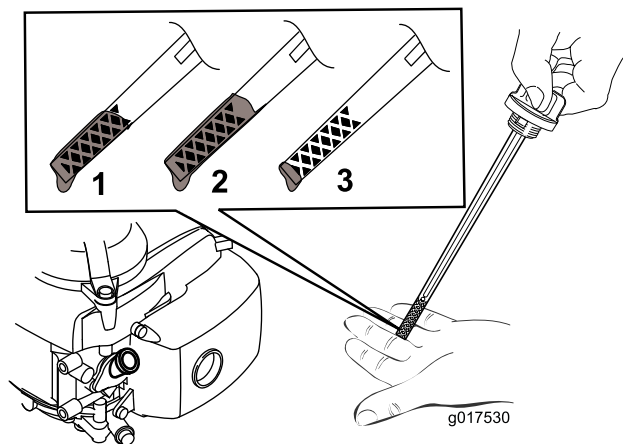

Рисунок 5
2. Извлеките масломерный щуп (Рисунок 5).
Примечание: Заливайте масло в картер двигателя до достижения требуемого уровня по масломерному щупу как показано на Рисунок 5. В случае перелива слейте некоторое количество масла из двигателя, как описано в Замена масла в двигателе \(страница 17\).